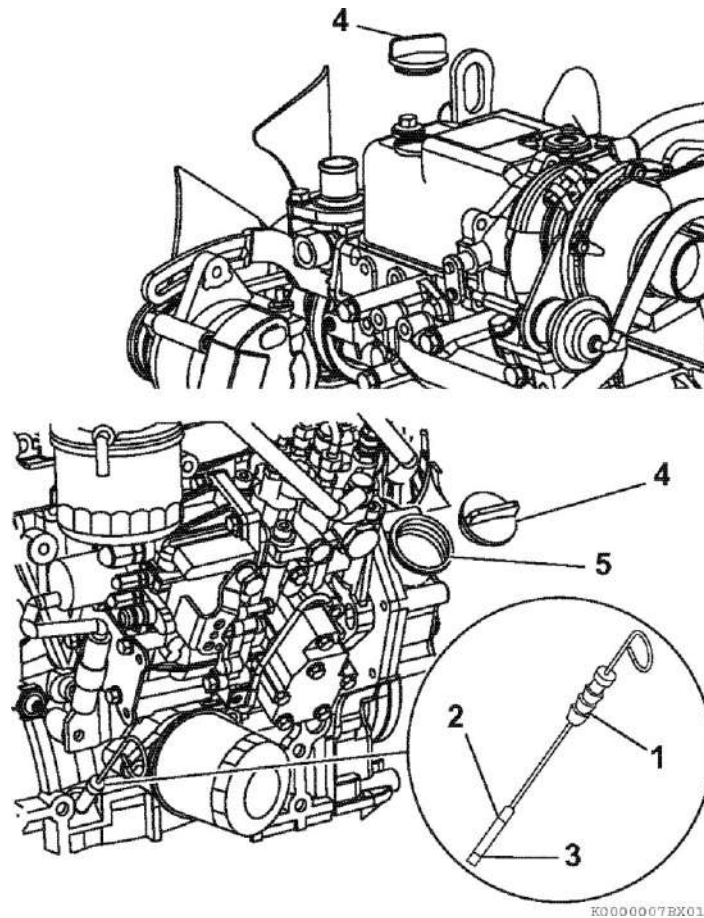

Рисунок 40
8. Моторное масло доливается через маслосливную горловину (Рисунок 40 (5)) по мере необходимости, чтобы уровень масла находился между верхней отметкой максимум (Рисунок 40 (2)) и нижней отметкой минимум (Рисунок 40 (3)) на масляном щупе (Рисунок 40 (1)).
9. Полностью вставьте щуп обратно (Рисунок 40 (4)). Если моторное масло пролилось, вытрите его чистой тряпкой.